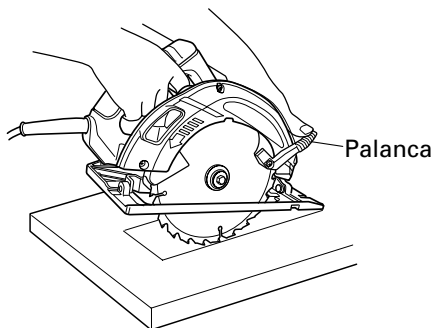

Fig. 16
1. Marque claramente el área de corte deseada con líneas en todos los lados. (Consulte la Fig. 16.)
3. Empuje la palanca completamente hacia atrás para que la cuchilla quede expuesta como se muestra en la Fig. 16.